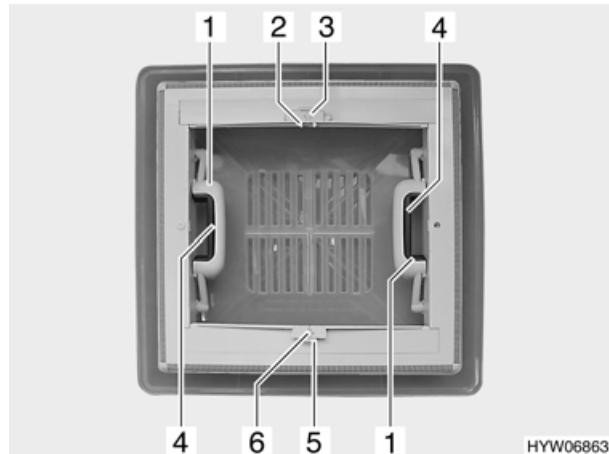

Bild 32 Dachlüfter mit Schnappverschluss
- Schnappverschluss (Bild 32,4) zur Innenseite des Dachlüfters drücken. Gleichzeitig mit dem Griff (Bild 32,1) den Dachlüfter nach oben drücken.
- Arretierung (Bild 32,5) zur Dachlüfteraußenseite drücken.
- Verdunklungsrollo am Griff (Bild 32,6) bis zum gegenüberliegenden Griff des Insekenschutzrollos (Bild 32,2) ziehen und einrasten lassen.
- Griff (Bild 32,2) zusammendrücken. Die Arretierung wird gelöst.
- Verdunklungsrollo am Griff (Bild 32,6) langsam zurückführen.
- Arretierung (Bild 32,3) zur Dachlüfteraußenseite drücken.
- Insekenschutzrollo am Griff (Bild 32,2) bis zum gegenüberliegenden Griff des Verdunklungsrollos (Bild 32,6) ziehen und einrasten lassen.
- Insekenschutzrollo am Griff (Bild 32,2) langsam zurückführen.